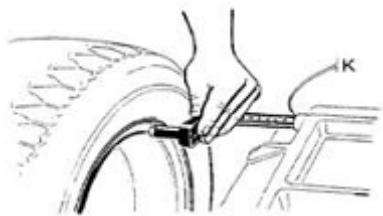

Рис.1
- установите значение «a»: переместите измерительную штангу и коснитесь края обода, рис. 1. Зафиксируйте штангу в этом положение в течение примерно 4 секунд, данные успешно внесены в память компьютера, установите штангу в первоначальное положение.